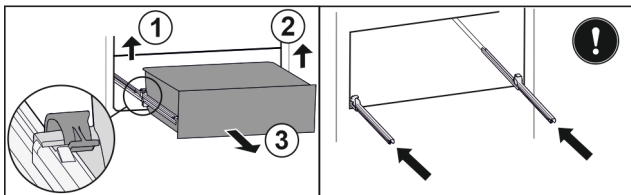

Fig. 89
- ▶ Sollevare il morsetto sinistro e allo stesso tempo tirare in avanti il cassetto sinistro. Fig. 89 (1)
- ▶ Sollevare il morsetto destro e allo stesso tempo tirare in avanti il cassetto destro. Fig. 89 (2)
- ▶ Rimuovere il cassetto tirandolo in avanti. Fig. 89 (3)